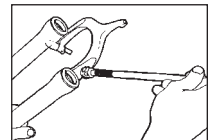

Fig. 8
11. Appliquez du Judy Butter Nouvelle Formule sur la surface des quatre bagues, l'intérieur des tubes inférieurs et remplissez complètement la poche entre les rebords du joint Resi-wiper. Utilisez une extension de douille enveloppée d'un sparadrap trempé dans du Judy Butter pour atteindre l'intérieur des tubes inférieurs (voir Fig. 8).